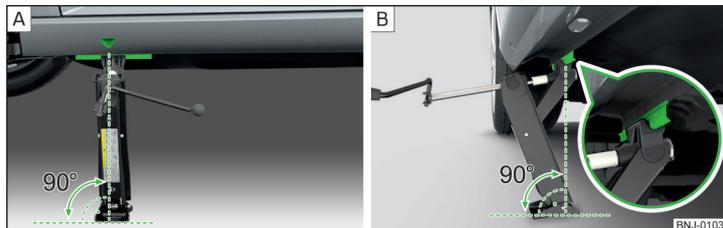

Fig. 186 Colocação do macaco
► Apoiar toda a superfície da placa base do macaco sobre um piso plano e certificar, que o macaco está em posição vertical para o perfil de aplicação » Fig. 186 - **A**.
► Levantar tanto o macaco por baixo do ponto de aplicação com a manivela, até que a sua garra apanhe o perfil » Fig. 186 **B**.